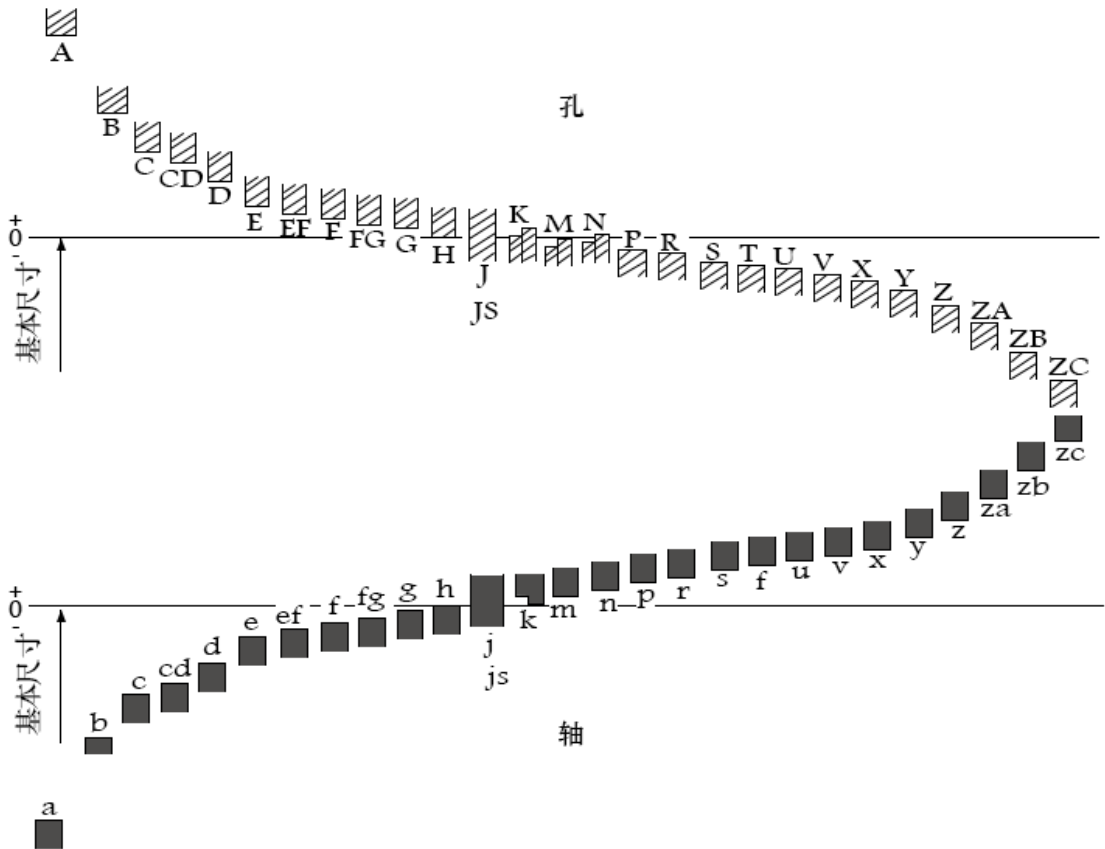

图 6-4 基本偏差系列
基本偏差系列如图 6-4 所示，**大写为孔，小写为轴**， $a\sim h$  ( $A\sim H$ ) 用于间隙配合  $j\sim zc$  ( $J\sim ZC$ ) 用于过渡配合和过盈配合。 $A\sim H$  为孔的下偏差， $J\sim ZC$  为孔的上偏差； $a\sim h$  为轴的上偏差， $j\sim zc$  为轴的下偏差。
(1) 零件 2 是活门, 结合阀门的工作原理和 A-A 断面图分析与活门相关的装配关系: 活门 2 通过阀柱销 3 与轴 4 连接, 所以拆卸时需先拆掉处于轴的环形槽内的销 3, 再卸掉轴 4, 最后拆活门。
(2) 由于  $\phi 36H11/c1$  是基孔制配合, 所以孔和轴的精度等级都随孔的, 为  $IT11$ 。根据图 6-4,  $H$  表示孔的下偏差在零线上面,  $c$  表示轴的上偏差在零线下方, 所以为基孔制间隙配合。
(3) 拆画零件 1 阀体的零件图, 主视图比较简单, 根据 1 的剖面线和轮廓线摘出来, 再补画缺少的线条即可。俯视图要注意阀体内孔大小和内螺纹的画法。